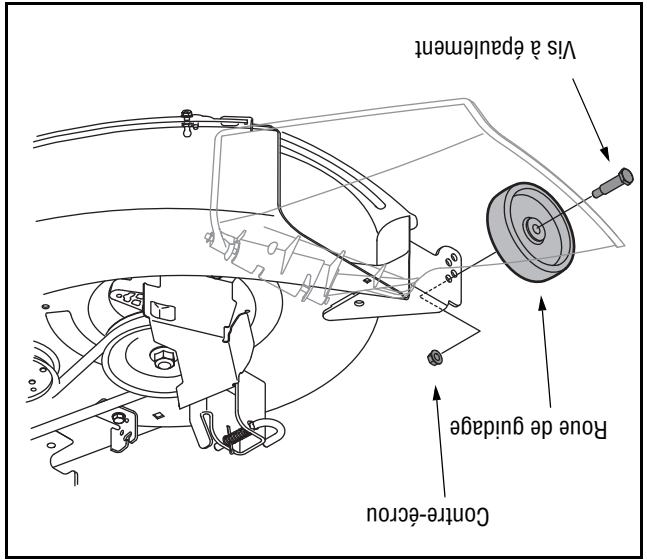

Figure 6
- Enforcez la vis à épaulement de la roue de guidage arrière dans le trou indexé qui laisse environ ½ po entre la base de la roue et la surface goudronnée. Voir la Figure 6.